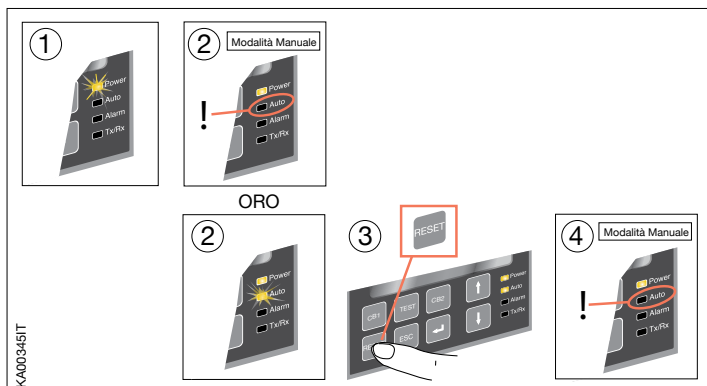

Figura 4.1 Selezione del dispositivo di commutazione automatica ATS022 in Modalità Manuale
- Assicurarsi che il LED Power sia acceso, vedi Figura 4.1/①.
- Se il LED Auto è in OFF/②, il dispositivo di commutazione automatica è in Modalità Manuale.
- Se il LED AUTO è in ON, premere il tasto RESET una volta/③. Il LED Auto commuta in OFF e il dispositivo di commutazione automatica ATS022 resta in Modalità Manuale/④.